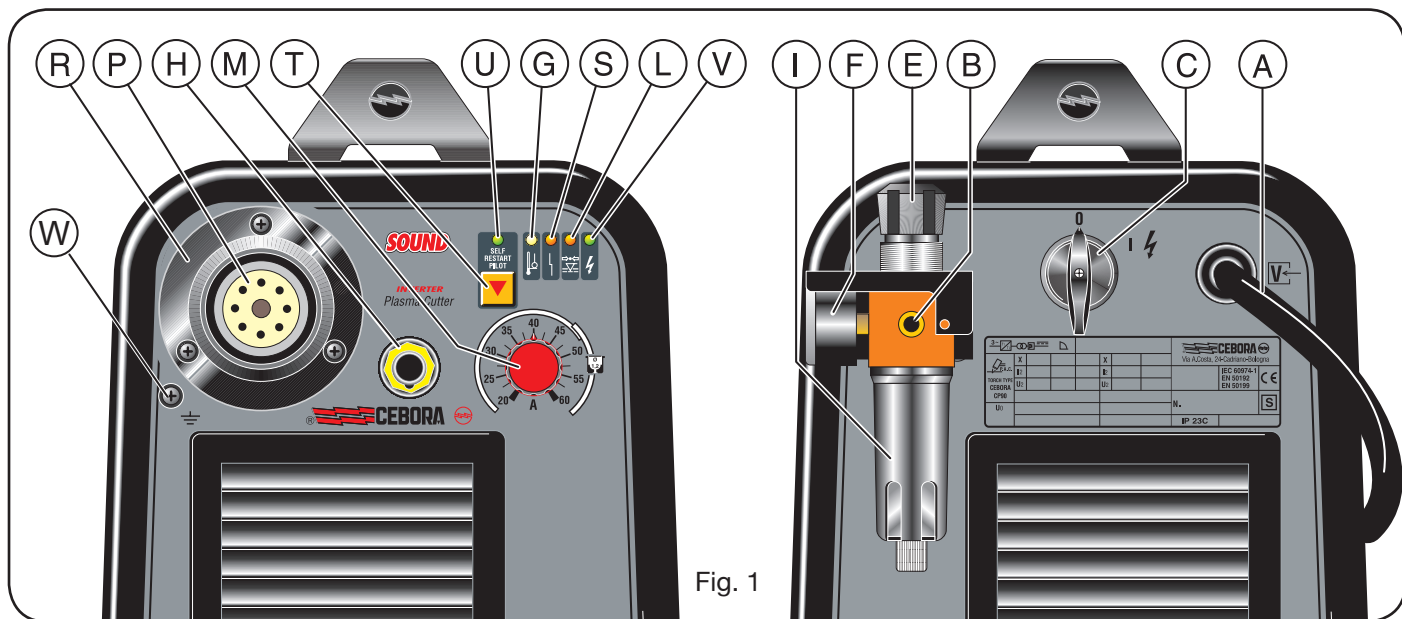

Fig. 1
2.1 MONTAGE TORCHE (Fig. 1)
- Pour éviter les surcharges. Signalé par l'allumage du voyant **G** (voir fig. 1).
⇒↔ Situé sur l'alimentation de la torche pour éviter que la pression air soit insuffisante. Signalé par l'allumage du voyant **L** (voir fig. 1).